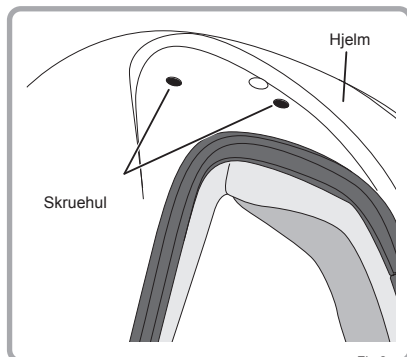

Fig. 2
- 2 Anbring skærmhagen i det hule mellemrum på hjelmens side, og tilpas monteringshullet på skærmhagen med monteringshullet på hjelmen (fig. 2).